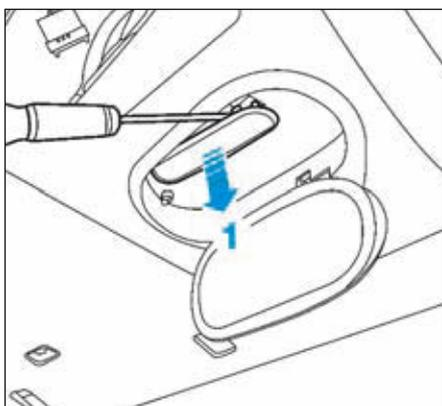

FIG.44
- l'enjoliveur de rétroviseur (1) (Fig.44),